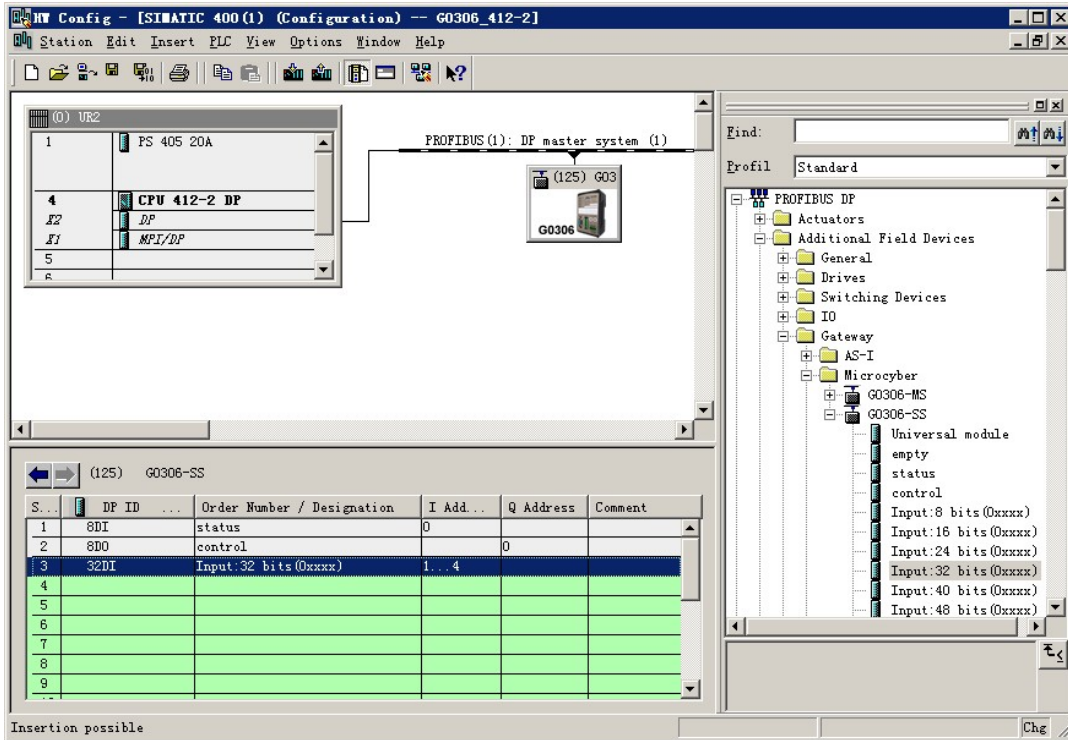

图 42 添加“Input:32 bits(0xxxx)”模块
a) 添加“Input:32 bits(0xxxx)”模块，如图 42 所示：